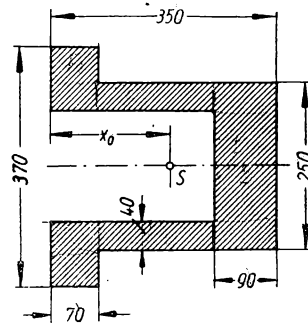

Bild 73
**212.** Ein Maschinenrahmen (Bild 73) hat den skizzierten Querschnitt. Gesucht wird die Schwerpunktslage  $x_0$ .